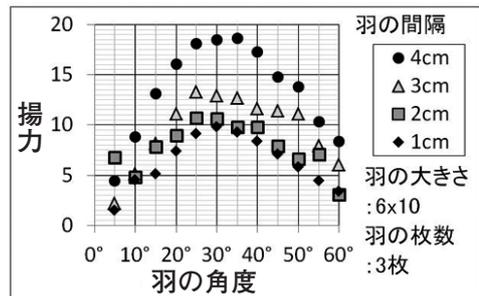

図4 羽の間隔を変えた実験
- (3) 羽どうしの影響を調べるために、羽の間隔を変えた追加実験をした。枚数が多いほど影響が出やすいと考え、羽3枚で実験することにした(図4)。羽の間隔が大きくなると揚力も大きくなった。間隔が4cmの時、羽1枚あたりの揚力は、羽1枚の時より大きくなった。羽どうしの影響が無くなったためだと考えた。